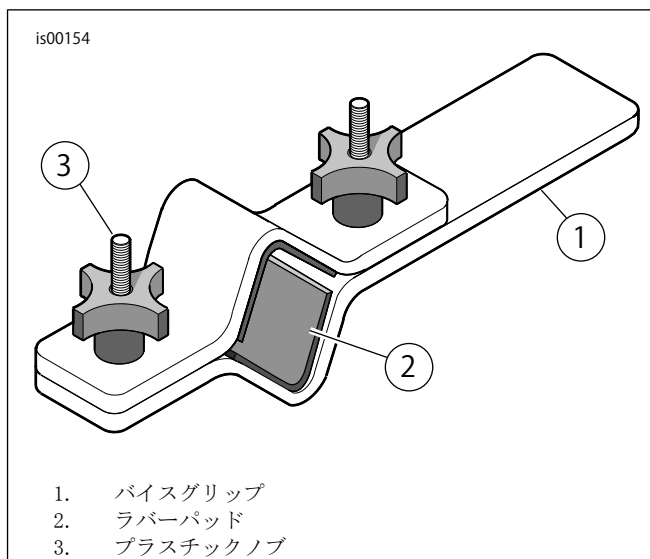

図3。ForkTubeHolder(フォークチューブホルダー)(HD-41177)
1. 「図3」を参照。次のようにフォークチューブホルダー(HD-41177)にフォークを取り付けます。